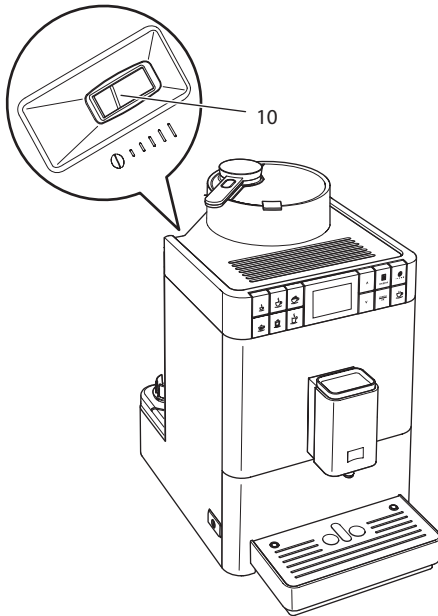

Bild 18: Spak för inställning av malningsgrad
- » På höljet ser du nu spaken för inställning av malningsgrad (10).
2. Skjut spaken åt vänster eller höger enligt Bild 18.